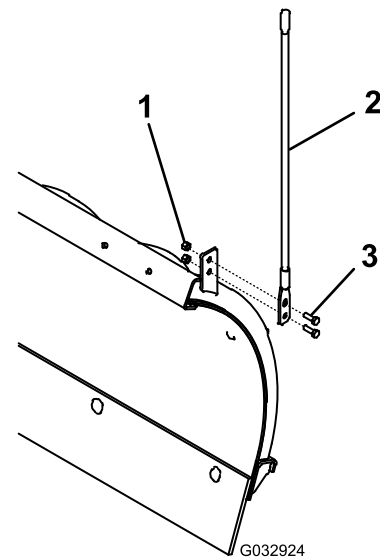

Figura 13
1. Conecte las guías de la pala a la pala del quitanieves con 4 pernos ($\frac{5}{16}$ " x 1") y 4 tuercas autoblocantes (Figura 13).